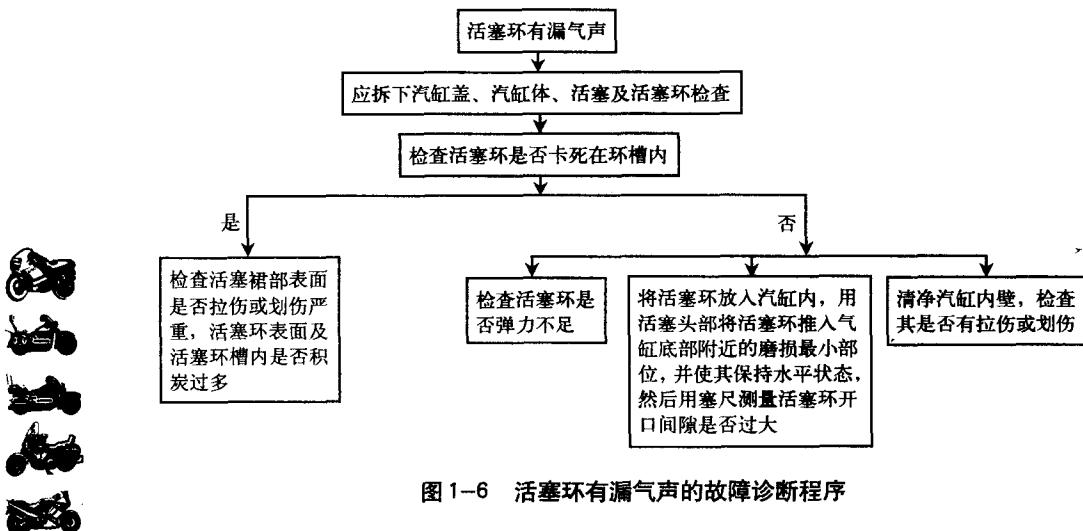

图 1-6 活塞环有漏气声的故障诊断程序
2. 故障诊断 活塞环有漏气声的故障诊断程序如图 1-6 所示。